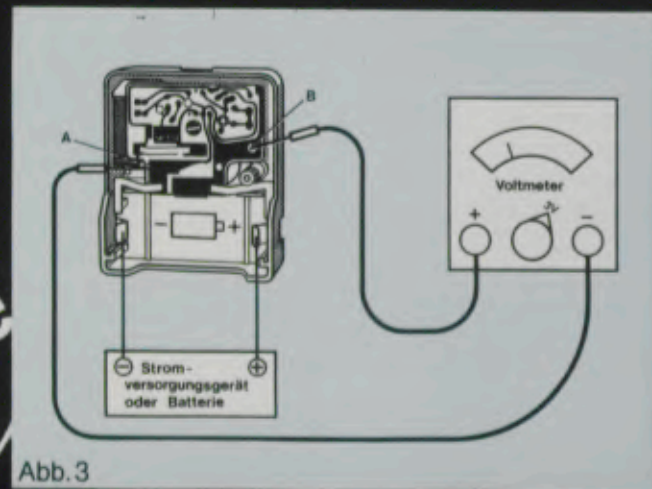

Abb. 3
2.2 Spannung am E-Block prüfen (Abb. 3)